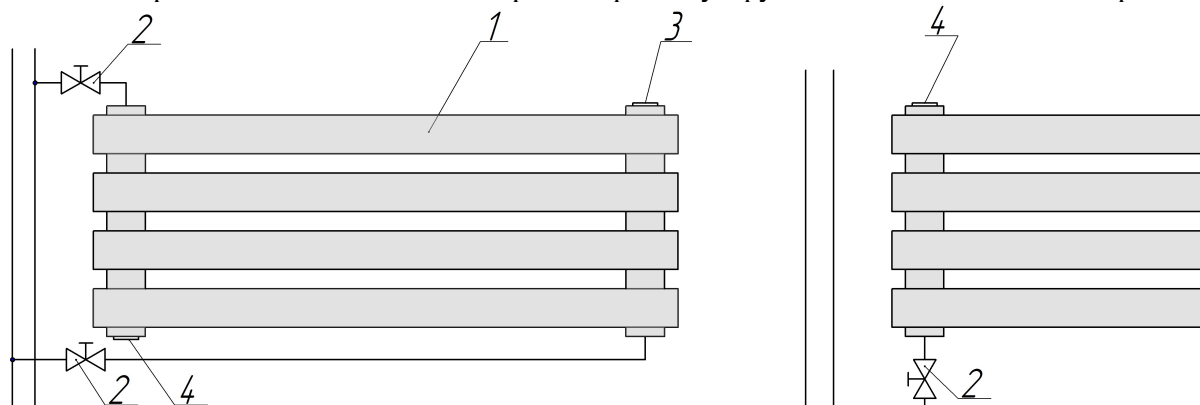

Рис. 3 1. Радиатор. 2. Вентиль (кран). 3. Кран Маевского - воздухоотводчик. 4. Пробка глухая.
5.7. Схемы разнесенного подключения радиатора к двухтрубной системе показаны на рис. 3.